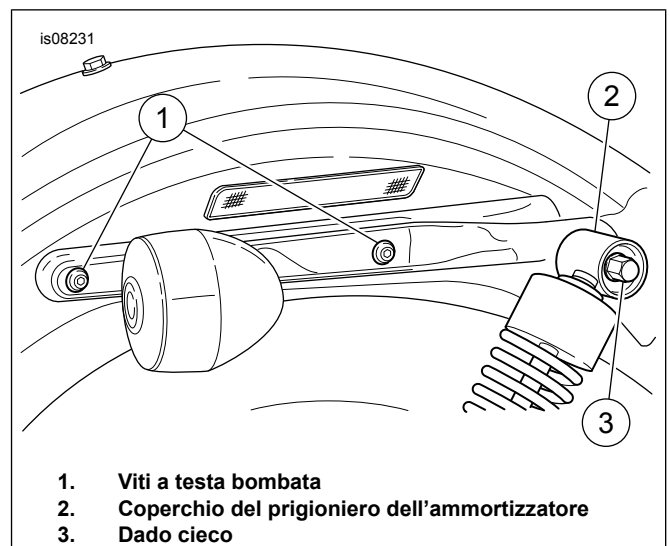

Figura 4. Sostegno del parafrangente posteriore
4. Vedere Figura 4. Rimuovere le viti a testa bombata ed i dadi bloccanti che fissano il coperchio del sostegno del parafrangente al telaio. Mettere da parte la bulloneria per la successiva reinstallazione.